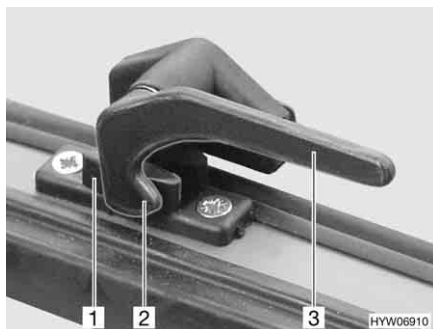

Fig. 47 Levier de verrouillage en position "Fermé"
- Tourner le levier de verrouillage (Fig. 47,3) d'un quart de tour vers le centre de la fenêtre.
- Tourner le levier de verrouillage (Fig. 47,3) d'un quart de tour vers le cadre de la fenêtre. Le tenon de verrouillage (Fig. 47,2) se trouve sur le côté intérieur du verrouillage de fenêtre (Fig. 47,1).
- En position "Fermé" (Fig. 47)